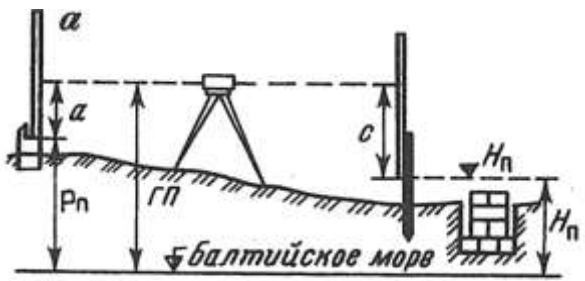

Рис. 2. Схема разбивки и контрольных высот фундамента
5. Выставьте проектную высоту верха фундамента на обноске (рис. 2), если высота репера  $P_n = 34,017$ , отсчет по рейке  $a = 0716$ , проектная высота фундамента  $H_n = 32,825$ .